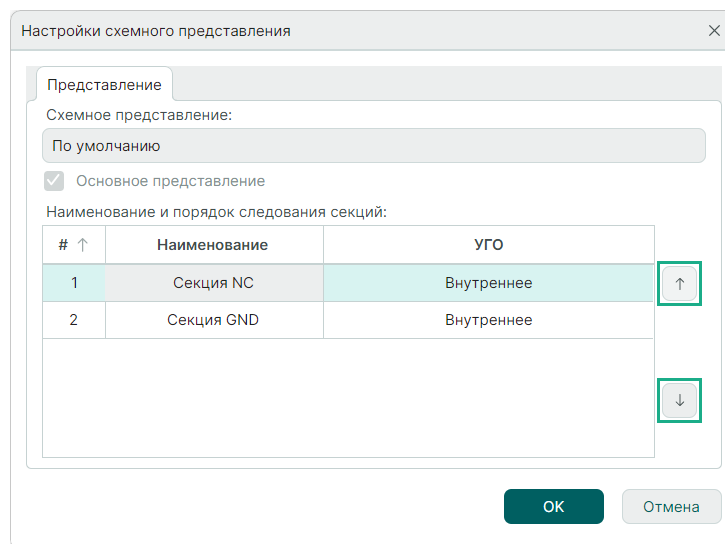

Рис. 214 Изменение порядка отображения секции
2. Выберите в таблице одну из секций и с помощью кнопок  и  переместите ее в требуемую позицию, см. Рис. 214.